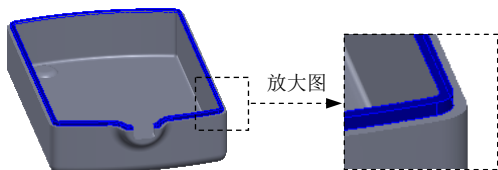

图 3.34.36 扫描 1
Step6. 创建图 3.34.36 所示的扫描 1。选择下拉菜单 **插入(I)** → **凸台/基体(B)** → **扫描(S)** 命令，系统弹出“扫描”对话框；选取草图 2 作为扫描 1 特征的轮廓；选取组合曲线 1 作为扫描 1 特征的路径；单击对话框中的 **✓** 按钮，完成扫描 1 的创建。